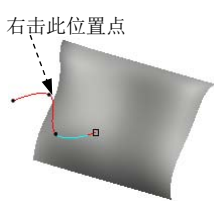
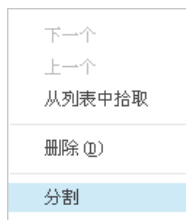
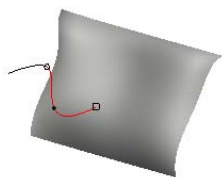

图 10.3.46 右击点
图 10.3.47 快捷菜单
图 10.3.48 分割 ISDX 曲线
Step2. 在曲线的某一点上右击（图 10.3.46），系统弹出图 10.3.47 所示的快捷菜单，选择 **分割** 命令，则曲线将从该点处分割为两条 ISDX 曲线，如图 10.3.48 所示。